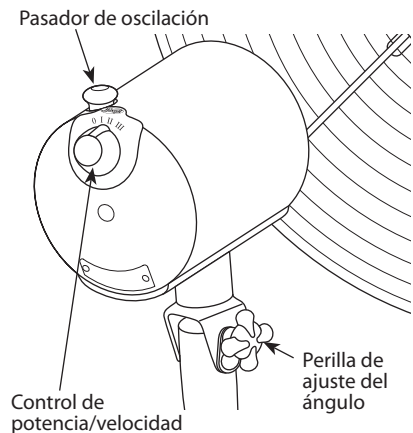

FIGURA 13
3. Encienda ("ON") o apague ("OFF") el ventilador girando el control de potencia/velocidad en sentido horario o antihorario. Vea la Figura 13. La energía siempre debe estar apagada (OFF) antes de desconectar el ventilador.
5. Para ajustar el flujo de aire hacia arriba o hacia abajo, afloje la perilla de regulación de ángulo debajo del motor. Vea la Figura 13. Coloque el ventilador en la posición deseada y apriete la perilla de regulación de ángulo.
6. Para hacer que el ventilador oscile, empuje hacia abajo el pasador. Para que el ventilador deje de oscilar, tire del pasador de oscilación hacia arriba. Vea la Figura 13.